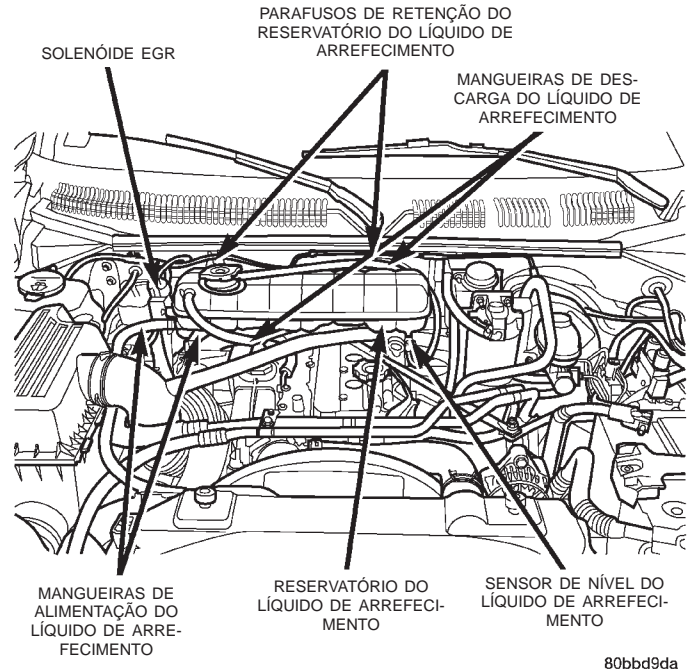

Fig. 17 Orientação e Posição do Reservatório de Líquido de Arrefecimento
(21) Remova os parafusos do suporte da linha de refrigeração do suporte do gerador e do coletor de água. Remova as linhas de refrigeração do veículo.
(22) Remova as mangueiras de descarga do líquido de arrefecimento do reservatório do líquido de arrefecimento (Fig. 17).
(23) Remova do coletor de água, a mangueira de alimentação do líquido de arrefecimento (Fig. 17).
(24) Desligue o conector elétrico do solenóide de EGR (Fig. 17).
(25) Desconecte as linhas de vácuo do solenóide de EGR (Fig. 17).
(26) Desligue o conector elétrico do sensor de nível do líquido de arrefecimento (Fig. 17).
(27) Remova os parafusos de retenção do reservatório do líquido de arrefecimento da parte interna do painel do capô.
(28) Desconecte a mangueira de alimentação do líquido de arrefecimento do reservatório do líquido de arrefecimento (Fig. 17).
(29) Remova o reservatório do líquido de arrefecimento do veículo.